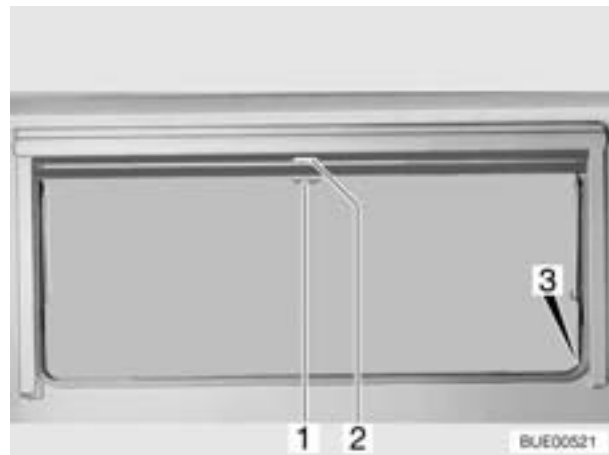

Bild 41 Ausstellfenster (Variante 1)
- Verdunklungsrollo am Griff (Bild 41,2) nach unten ziehen. Wenn das Verdunklungsrollo ganz geschlossen wird, das Verdunklungsrollo auf beiden Seiten am Fensterrahmen in die Arretierung (Bild 41,3) einhängen.
- Insektenschutzrollo am Griff (Bild 41,1) nach unten ziehen und auf beiden Seiten am Fensterrahmen in die Arretierung (Bild 41,3) einhängen.
- Den Griff (Bild 41,1) nach unten drücken und den Griff dabei leicht nach innen ziehen. Das Insektenschutzrollo aus den Arretierungen links und rechts am Fensterrahmen aushängen.